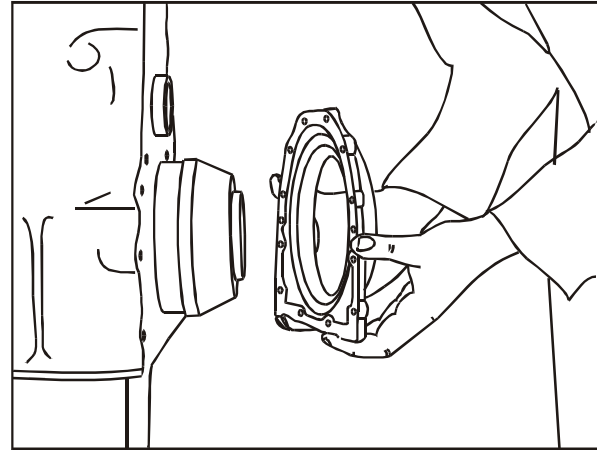

FIG 21
19. Monte a carcaça com o vedador nos pinos-guias das superfícies do bloco. **Fig. 21**.